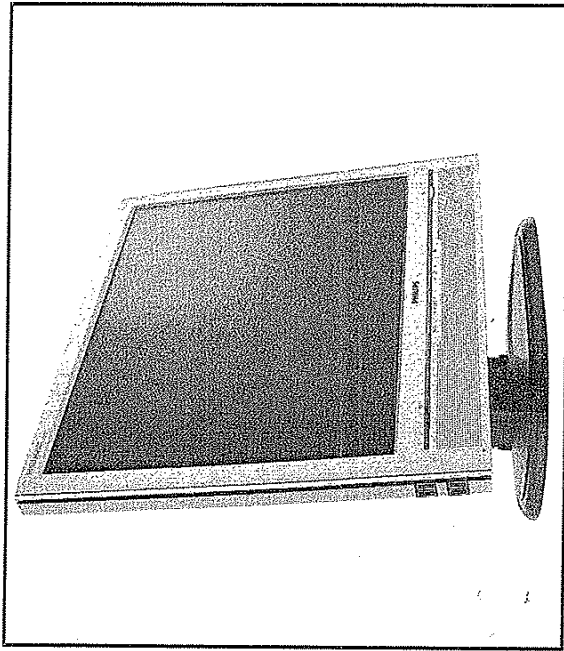

Fig. 9.2.
- Los gabinetes tienen mucha menor profundidad que los TRC, siendo más cómodos para ubicar en un escritorio, especialmente cuando son de 17", 19", 21" y mayores tamaños de pantalla (ver la Fig. 9.2).